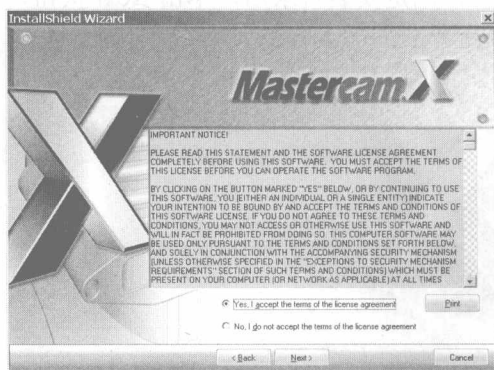

图 1.3 InstallShield Wizard 对话框第 1 步
(2) 打开 InstallShield Wizard 对话框第 1 步(许可证接受), 如图 1.3 所示, 在对话框中选中 Yes... 单选按钮, 单击 Next 按钮, 进入下一步。